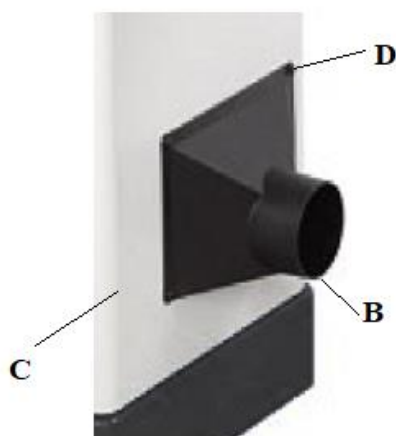

Рис. 21 Пылесборник
В комплект поставки входит соединитель пылесборника (В), Рис. 21, для подключения системы пылеотвода к фуговальному станку, который может быть прикреплен к станине фуговального станка (С) четырьмя винтами (D), как показано на рисунке.